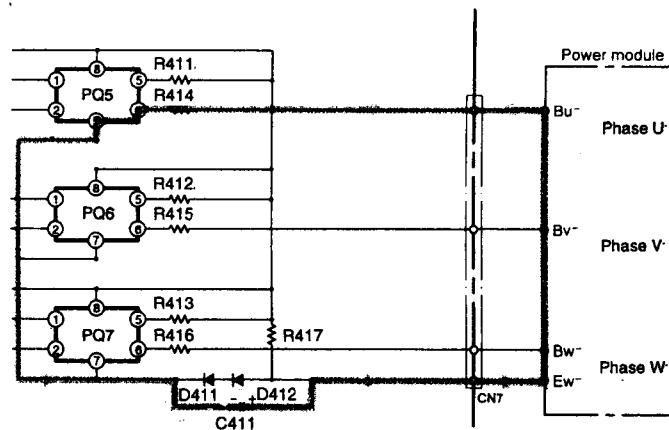

Abb. 7-5
- Wenn Stift 26 des Mikrocomputers von "Lo" auf "Hi" wechselt, schaltet ein Fotokoppler zwischen den Stiften 1 und 2 des PQ5 aus, so daß ein Basissperrstrom in Richtung C411 → Klemmen Ew⁻ des Leistungsmoduls → Klemmen Bu⁻ → R414 → PQ5 fließt, um die Transistoren des unteren Arms auszuschalten (Abb. 7-5).